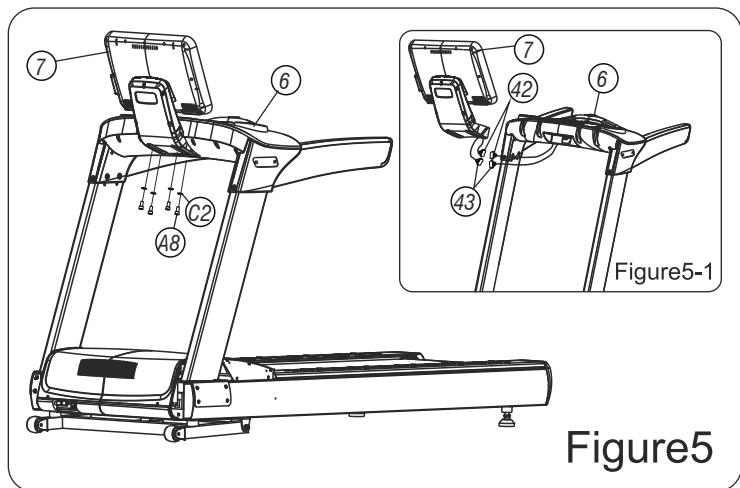

Figure5
- B. Verbinden Sie den Bildschirm (7) mit dem Lenker und dem Steuergerät (6) mit 4 Sätzen halbrunder Schrauben M10 x 20mm (A8), Unterlegscheiben φ10(C2) (Achtung: Schraubenloch ausrichten) (siehe Abbildung 5)
- B. Connect the display screen (7) to handlebar and controller (6) using 4 sets of Half-round bolt M10 x 20mm (A8),Flat washersφ10(C2). (Attention: To align screw hole)(See figure 5)